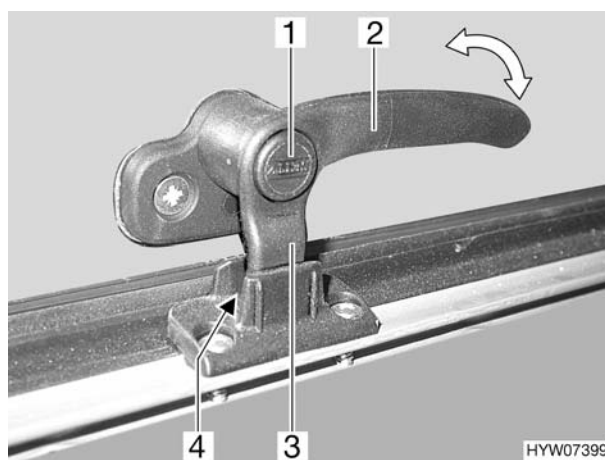

Fig. 53 Finestra apribile, maniglia in posizione di "aerazione continua" (variante 3)
- aerazione continua (Fig. 53)
- Premere il bottone di sicurezza (Fig. 53,1) e mantenerlo premuto.
- Posizionare la maniglia della finestra (Fig. 53,2) in verticale o ruotarla di un quarto di giro verso il centro della finestra.
- Ruotare nuovamente la maniglia. Riportare contemporaneamente il nasello di chiusura (Fig. 53,3) e la maniglia della finestra nella rientranza della chiusura della finestra (Fig. 53,4).